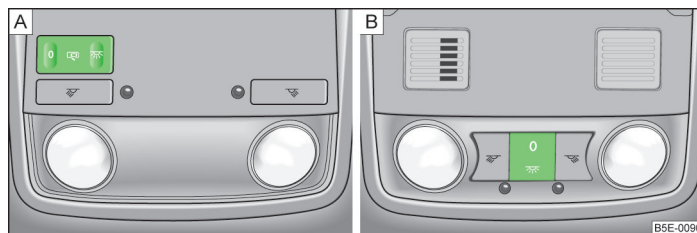

Fig. 36 Éclairage intérieur avant
- Appuyer sur la touche dans la zone du symbole  » fig. 36.
- Appuyer sur la touche dans la zone du symbole **0** » fig. 36.
Sur les véhicules sans surveillance de l'habitacle, la position médiane est représentée par un symbole  » fig. 36 – **A**.